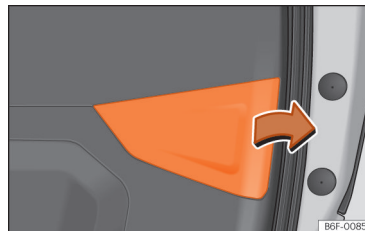

Рис. 174 Відкрита кришка багажника: знімання кришки.
- Зніміть кришку в напрямку стрілки >>> **рис. 174**.